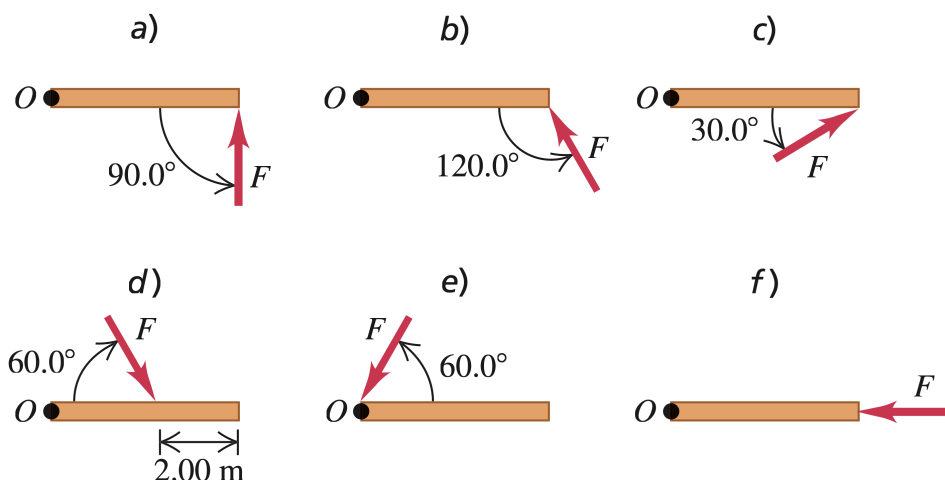

Figura 7: Figura de referencia.
4. Determina el torque (magnitud y dirección) alrededor del punto  $O$  debido a la fuerza  $\vec{F}$  en cada una de las situaciones que se representan la figura 7. En todos los casos, la fuerza